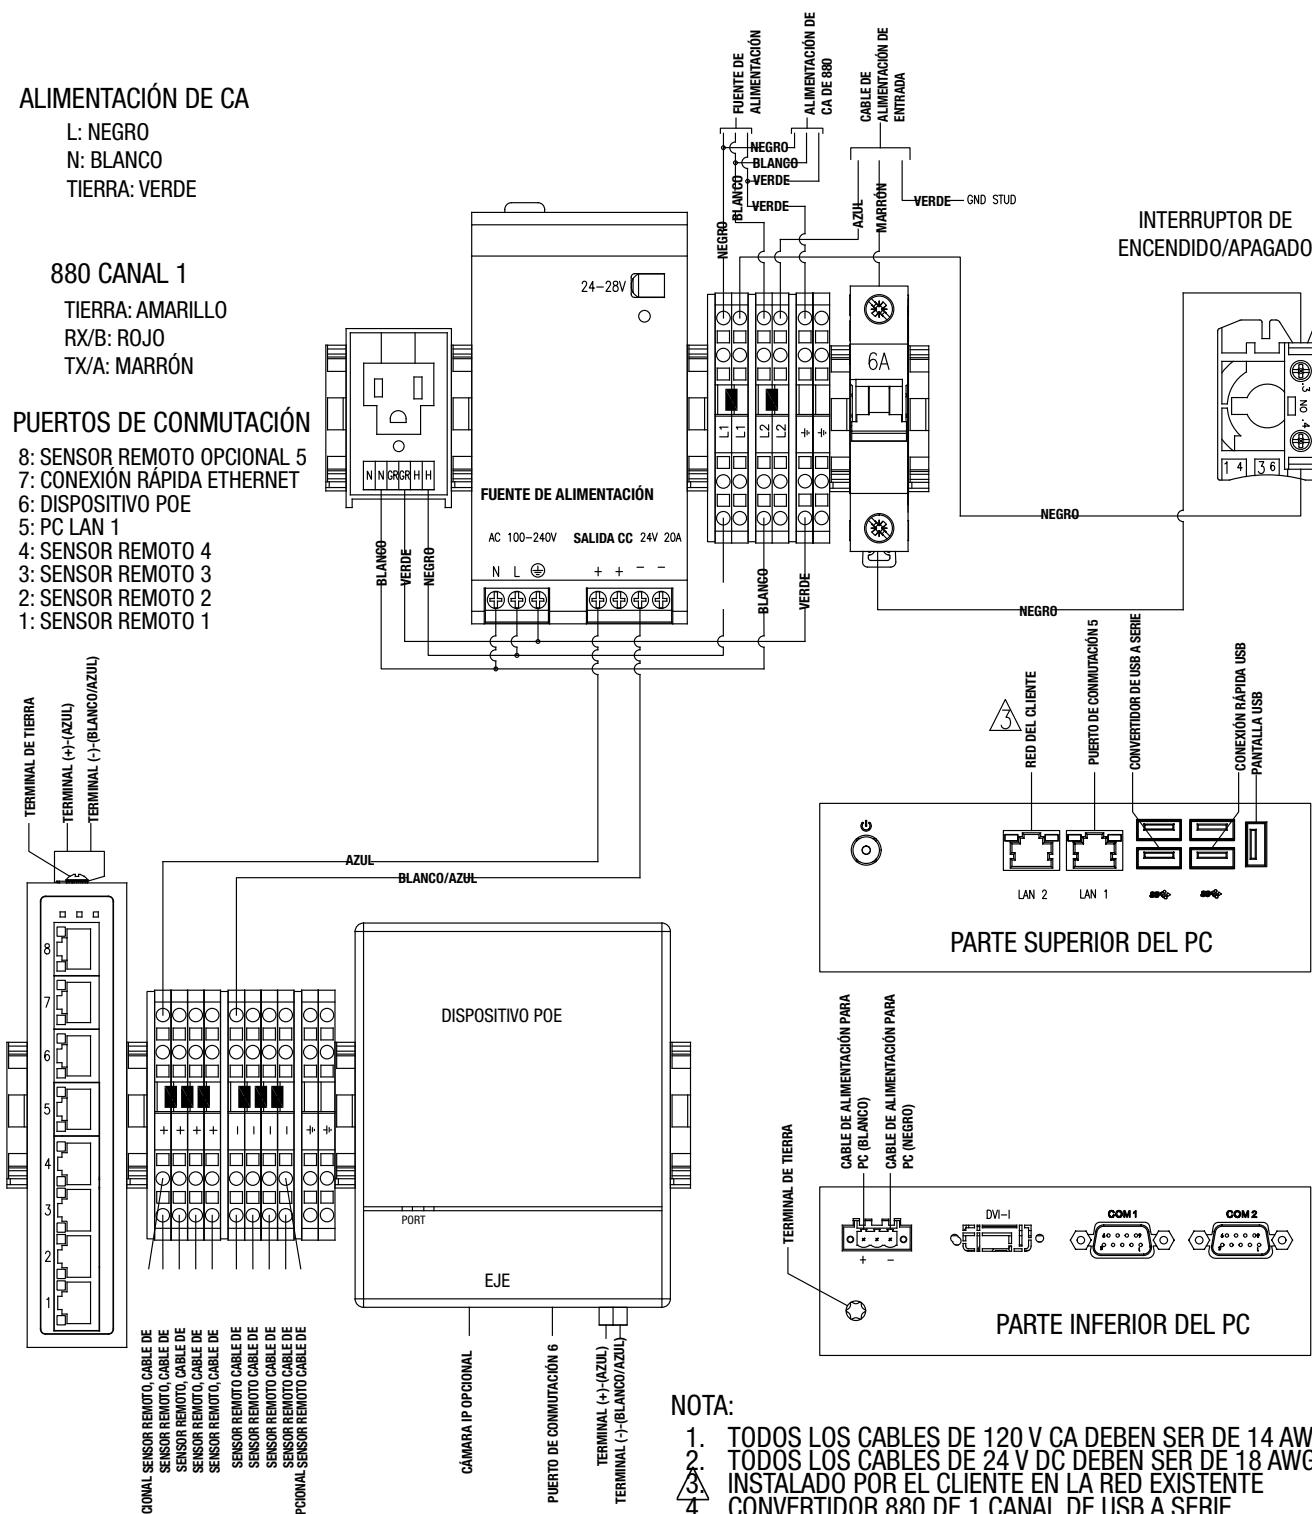
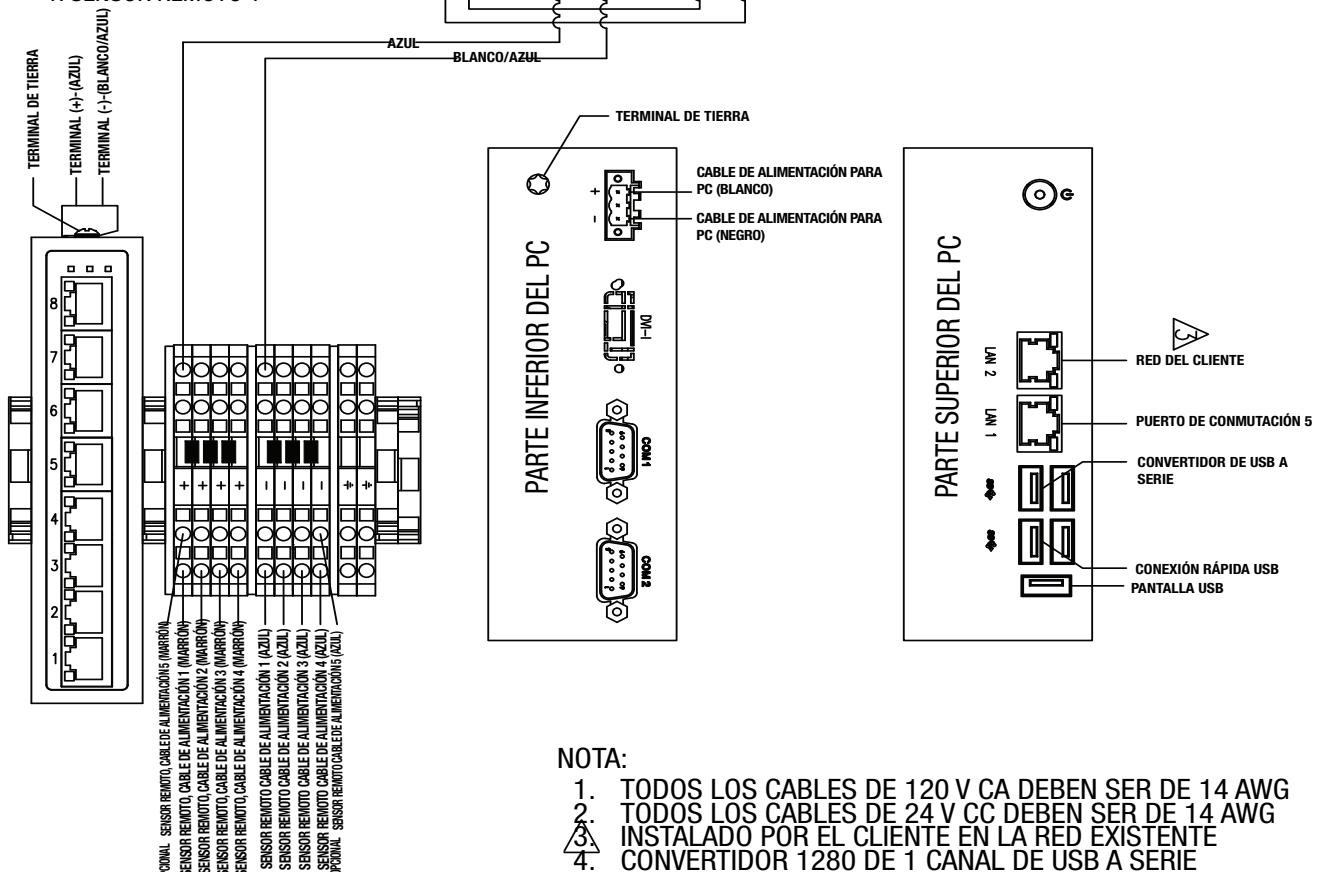

Figura 3-20. Diagrama de cableado 880
Figura 3-21. Diagrama de cableado 1280
- Desmonte y conecte el cable "homerun" de la báscula SUMMIT 3000 al visor (Figura 3-20 para el visor 880 y Figura 3-21 en la página 27 para el visor 1280).